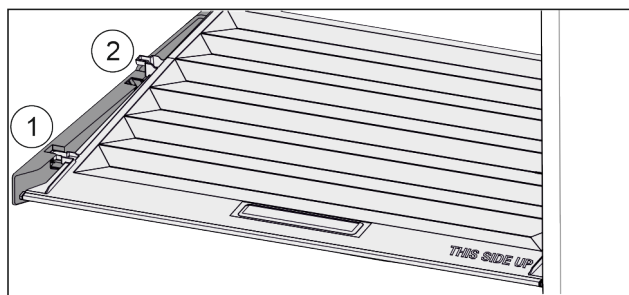

Fig. 128
- ▶ Vytáhněte víko dopředu až k otvoru v přídržných dílech Fig. 128 (1).
- ▶ Vzadu zespolu nadzvedněte a vyjměte směrem nahoru Fig. 128 (2).